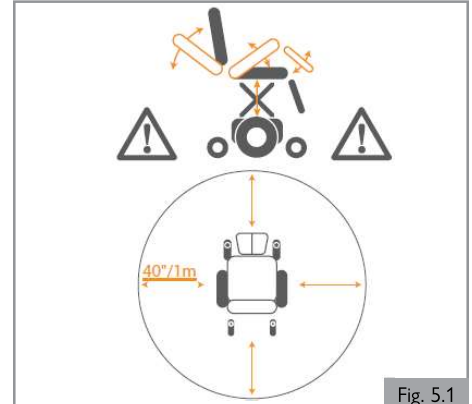

Fig. 5.1
- Como con todas las piezas móviles, asegúrese de no pillarse los dedos (Fig. 5.1)